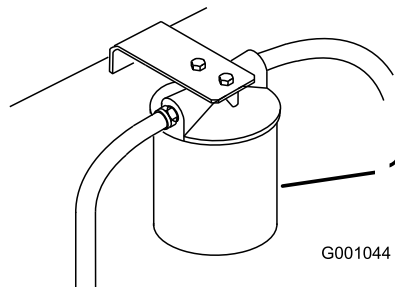

Figure 75
3. Placez un bac de vidange sous le filtre, déposez le filtre usagé et essuyez la surface du joint de l'adaptateur (Figure 75).